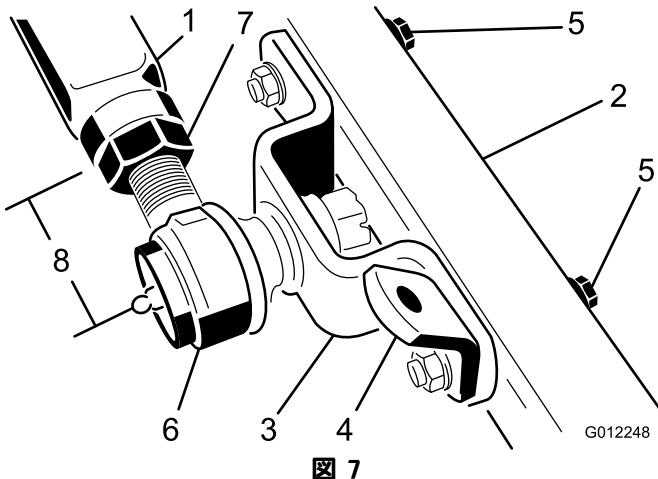

図 7
- 左がwボールジョイントのマウントとチェーンプラケットを左側キャスターarmに固定しているキャップスクリュ（2本）、平ワッシャ、フランジナットを外す（図 7）。ボールジョイントマウントとチェーンプラケットを外す。
- 左側qボールジョイントマウントをトラクションユニットの左側プッシュアームに固定しているコッターピンとキャッスルナットを外す。先ほど外したキャッスルナットとコッターピンを使って、ボールジョイントマウント（キャスターarmから外したもの）を、プッシュアームに取り付ける（図 7）。
- 左側プッシュアームの端部から、ボールジョイントの中心（グリスニップル）までの距離を測定する（図 7）。この距離が 64 mm あれば適正である。所定の距離（64 mm）がない場合には、ボールジョイントをプッシュアームに固定しているジャムナットをゆるめてボールジョイントを左右どちらかに回して長さを調整する（図 7）。この時点ではまだジャムナットを締め付けないこと。